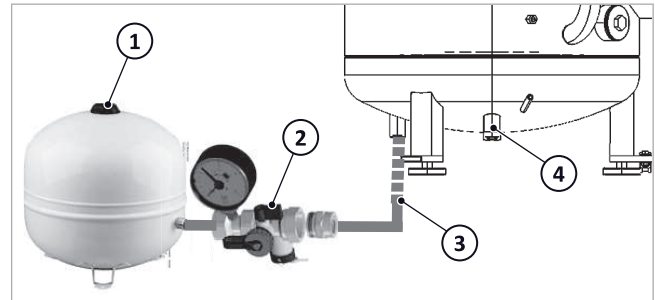

Abb. 4: MAG mit Anschlussgruppe am SolvisBen
Der SolvisBen kann mit einer thermischen Solaranlage erweitert werden. Er verfügt intern bereits über einen Solar-schichtenlader → Abb. 4 (4) zur optimalen Einschichtung der Solarwärme in den Speicher und alle Regelungsfunktionen für den Solarbetrieb in der Systemregelung.